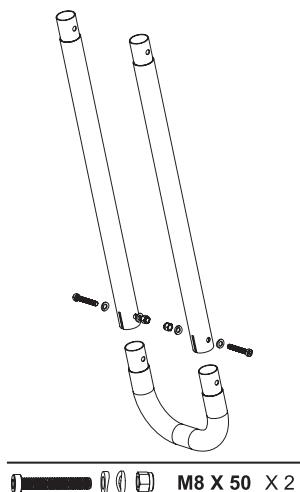

Рис. 3 Сборка задней опоры LSH5001Н
- Соберите заднюю опору (Рис. 3).